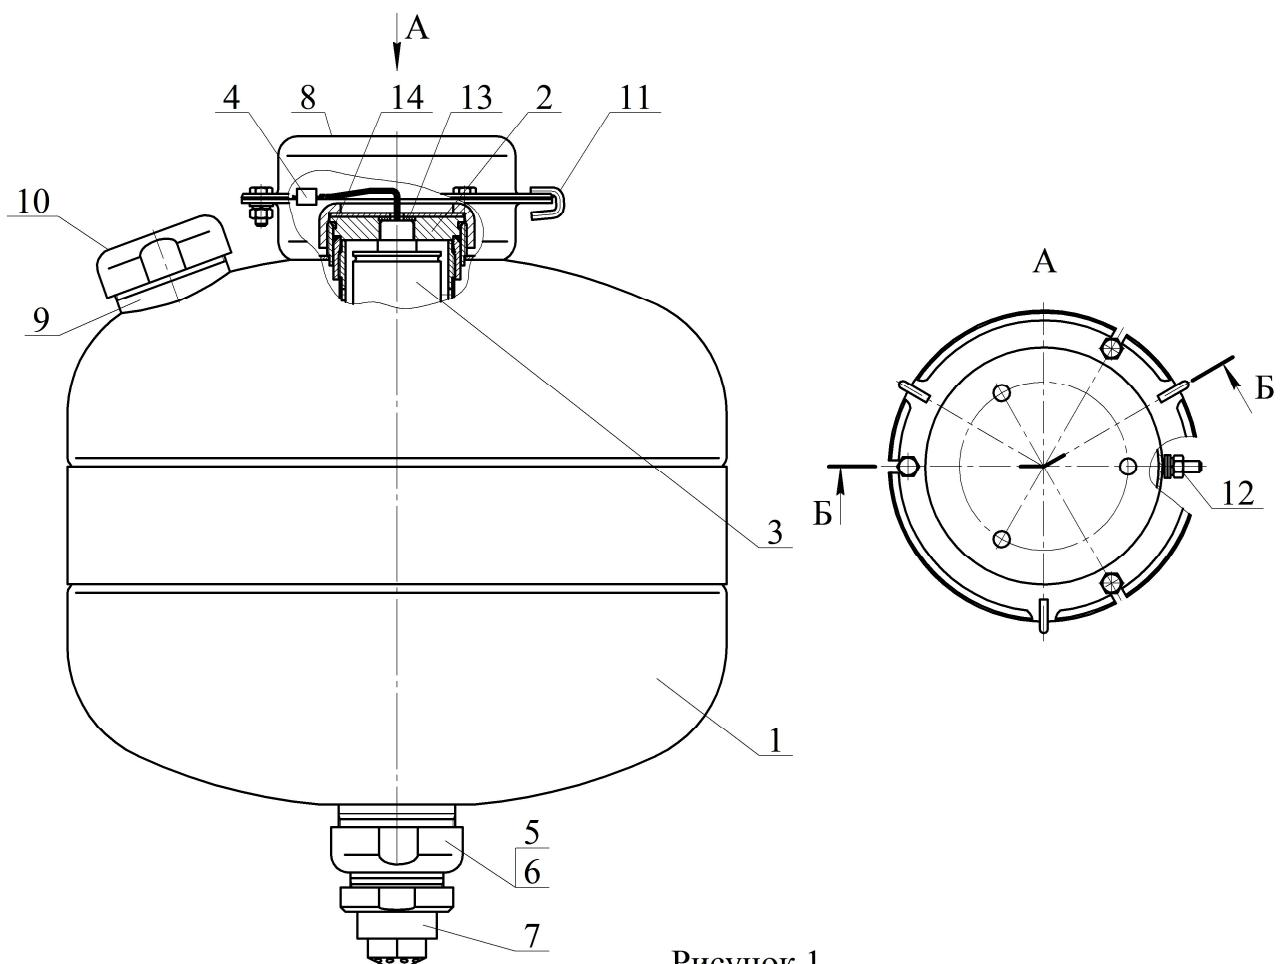

Рисунок 1
4.1.1 МУПТВ (см. рисунок 1) состоит из корпуса **1**, заправленного ОТВ, в котором размещено газогенерирующее устройство **2**.
6.3 Закрепить кронштейн **8** (см. рисунок 1) на потолке. Координаты отверстий в кронштейне приведены на рисунке 3.
6.5.1 Залить в отверстие верхней горловины **9** (см. рисунок 1) воды по ГОСТ 6709-72, СанПиН 2.1.4.1074-01 (температура воды должна быть плюс (15...25) $^{\circ}\text{C}$) объемом $16,65^{+0,2}$ дм³. Открыть упаковку с жидкостью добавкой к воде и залить ее в отверстие верхней горловины **9**.
6.6.3 Полученный раствор ОТВ залить в отверстие верхней горловины **9** (см. рисунок 1). Для окончательного приготовления ОТВ открыть упаковку с жидкой добавкой и залить ее в отверстие верхней горловины **9**.
6.8 Накрутить до упора насадок-распылитель **7** (см. рисунок 1).
7.3 Комплект поставки для перезарядки МУПТВ (см. рисунок 1):